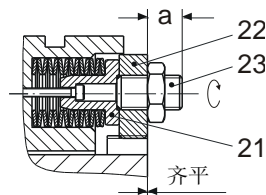

图 15
3. 将调节螺帽（22）拧到与套筒端面齐平，图 15。
6. 根据所希望的扭矩，将所有螺纹销（23）均匀深入拧到尺寸“a”，参见调整图和图 15。